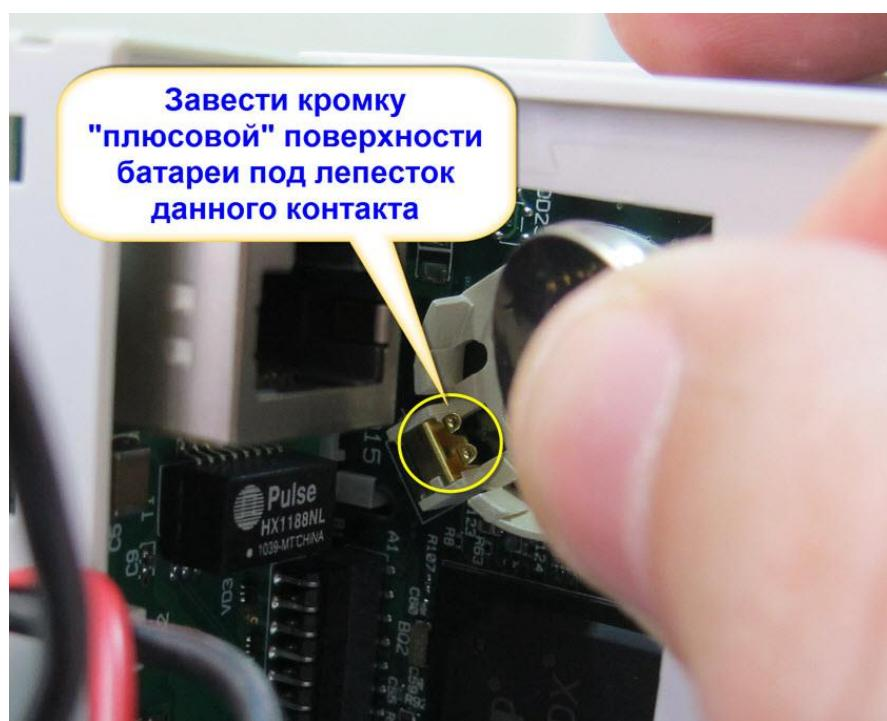

Рис. 5.8 Начало установки батареи
7. Поднесите новую батарею к гнезду-держателю и заведите кромку ее «плюсовой» поверхности под лепесток контакта гнезда-держателя, как показано на Рис. 5.8.